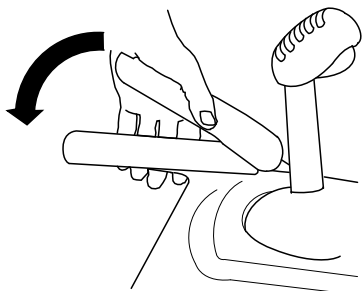

Figura 5
3. Apriete la palanca izquierda (tracción) contra la empuñadura (Figura 5).
6. Apriete la palanca izquierda (tracción) contra la empuñadura (Figura 5).